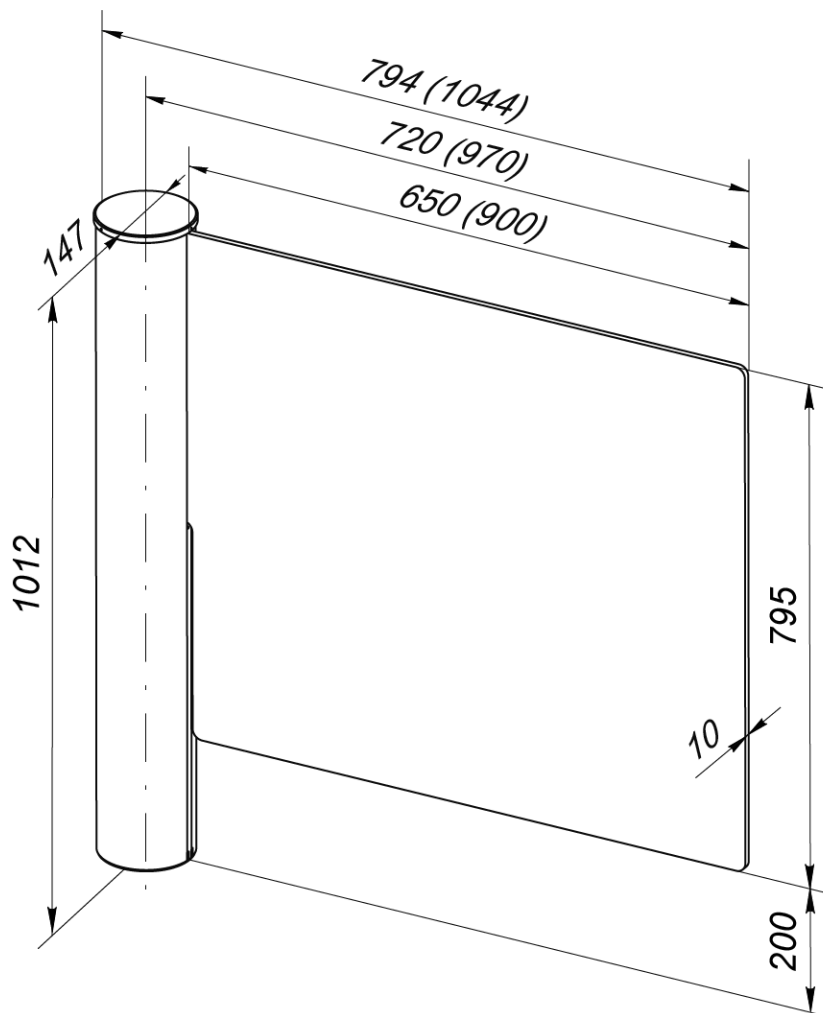

Рисунок 1. Габаритные размеры калитки
- В калитке предусмотрена возможность установки створок различной длины: 650 мм или 900 мм. Габаритные размеры калитки приведены на рис. 1.